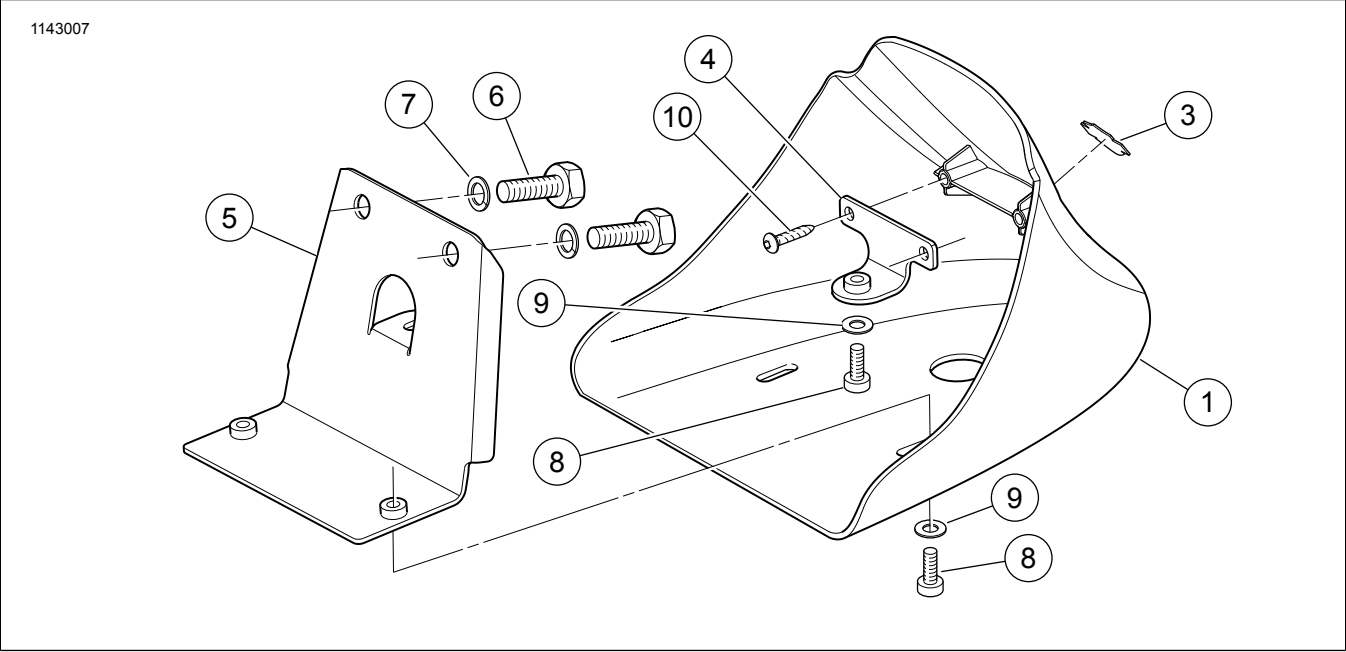

Рисунок 1. Запасные части: Комплект переднего обтекателя
Эти комплекты подходят для установки на все модели Sportster® 2004 года выпуска и позже. Эти передние обтекатели несовместимы с защитой двигателя. Описание состава комплекта приведено в Рисунок 1.
2. См. Рисунок 1. Прикрепите верхний передний кронштейн обтекателя (4) к выступам на внутренней передней части обтекателя (1) с помощью двух винтов с двухзаходной резьбой (10) из комплекта. Затяните.